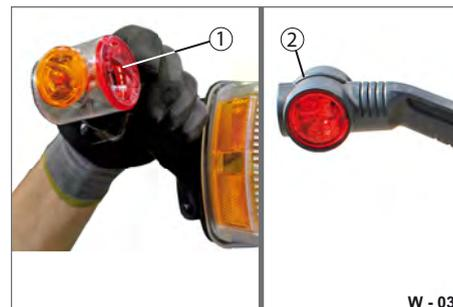

Abb. 33 Gummiarm aufstülpen
- ▶ Schrauben Sie den Leuchtkörper (Abb. 33/1) mit der Verschraubung (Abb. 31/3) auf. Achten Sie, dass die Dichtung richtig sitzt.
- ▶ Stülpen Sie den Gummiarm (Abb. 33/2) über den Leuchtkörper.